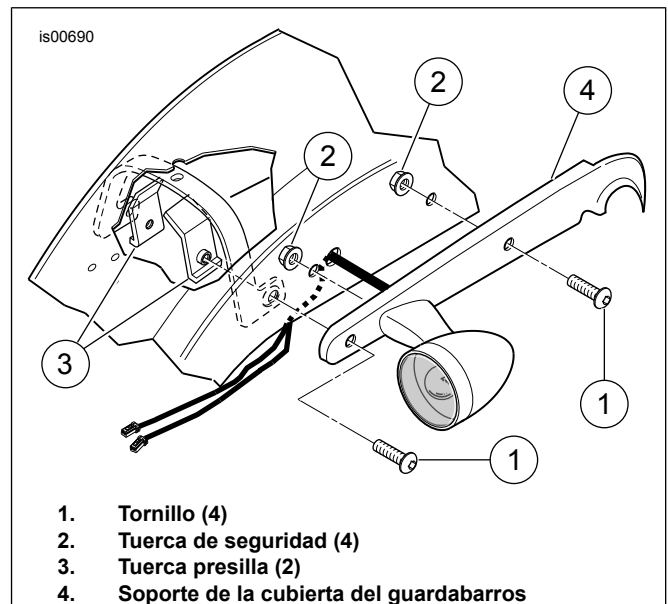

Figura 1. Extracción del soporte del guardabarros trasero
3. Vea Figura 1. Quite y deseche los tornillos con cabeza de botón delantero y trasero (1), las dos tuercas de seguridad (2) y las tuercas presilla (3), debajo del guardabarros, de las cubiertas izquierda y derecha del soporte del guardabarros trasero (4).